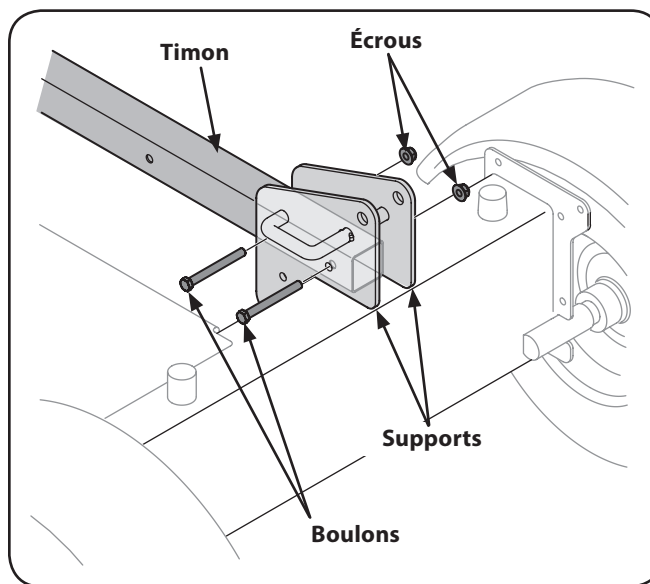

Figure 3-2
9. La fendeuse étant toujours fixée au fond de la boîte, enlevez les deux boulons hexagonaux et les écrous des supports du réservoir. Retirez le morceau de bois qui se trouve entre les supports. Voir Figure 3-2.
- Alignez les trous du timon avec ceux des supports du réservoir et fixez l'attache avec la quincaillerie retirée à l'étape 9. Voir Figure 3-2.